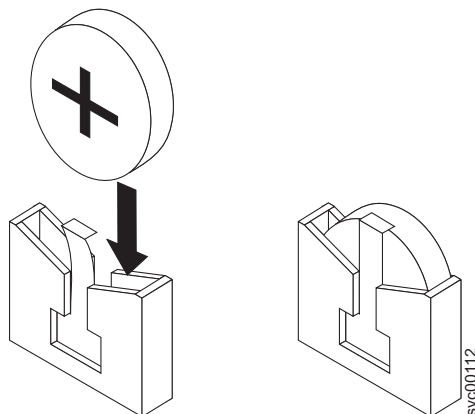

図 149. CMOS バッテリー・ソケット
- c. 図 149 に示すように、バッテリーが所定の位置に収まるまで下方にスライドさせます。